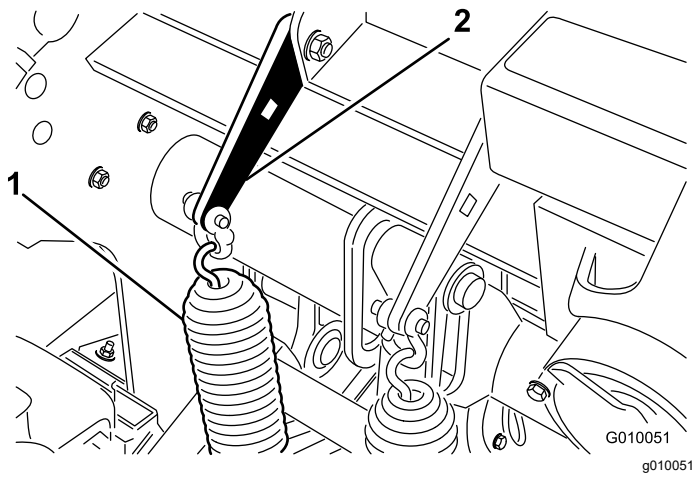

图 27
2. 松开将弹簧支架固定到打孔头上的机架螺栓和螺母图 27。不要卸掉螺栓和螺母。